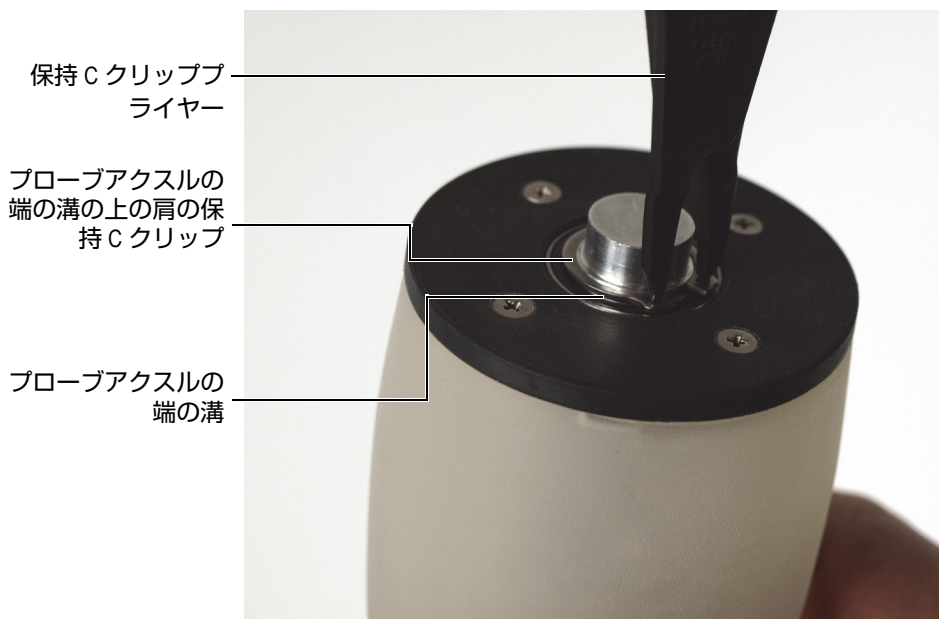

図 6-10 プローブアックスルの端に外側保持 C クリップを取り付け
2. アコースティックホイールを縦に持ち（プローブケーブル側が下）、同梱の保持Cクリッププライヤーで、外側保持Cクリップをプローブアックスルの端の溝の上の肩に慎重に取り付けます（88 ページの図 6-10）。